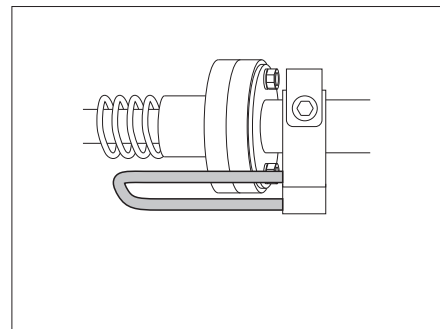

Bild 121 Sicherungshebel in Stellung gesichert
► Vor der Benutzung des Bettes prüfen, ob sich der Sicherungshebel in der gesicherten Position befindet (Bild 121).
- Sicherungshebel in die gesicherte Position stellen (Bild 121).